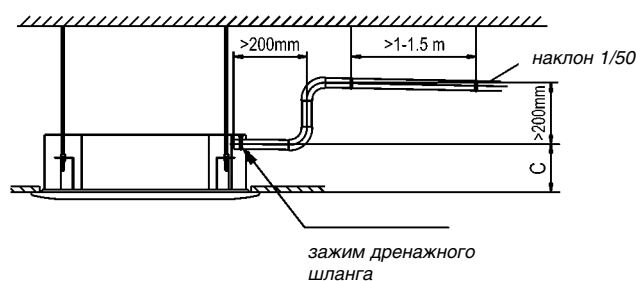

Рис. 29
- Если выходное отверстие дренажного шланга расположено выше, чем насос, шланг должен иметь вертикальный отрезок. Подъем шланга не должен превышать 20 см, иначе после выключения кондиционера конденсат будет затекать обратно в кондиционер (рис. 29).